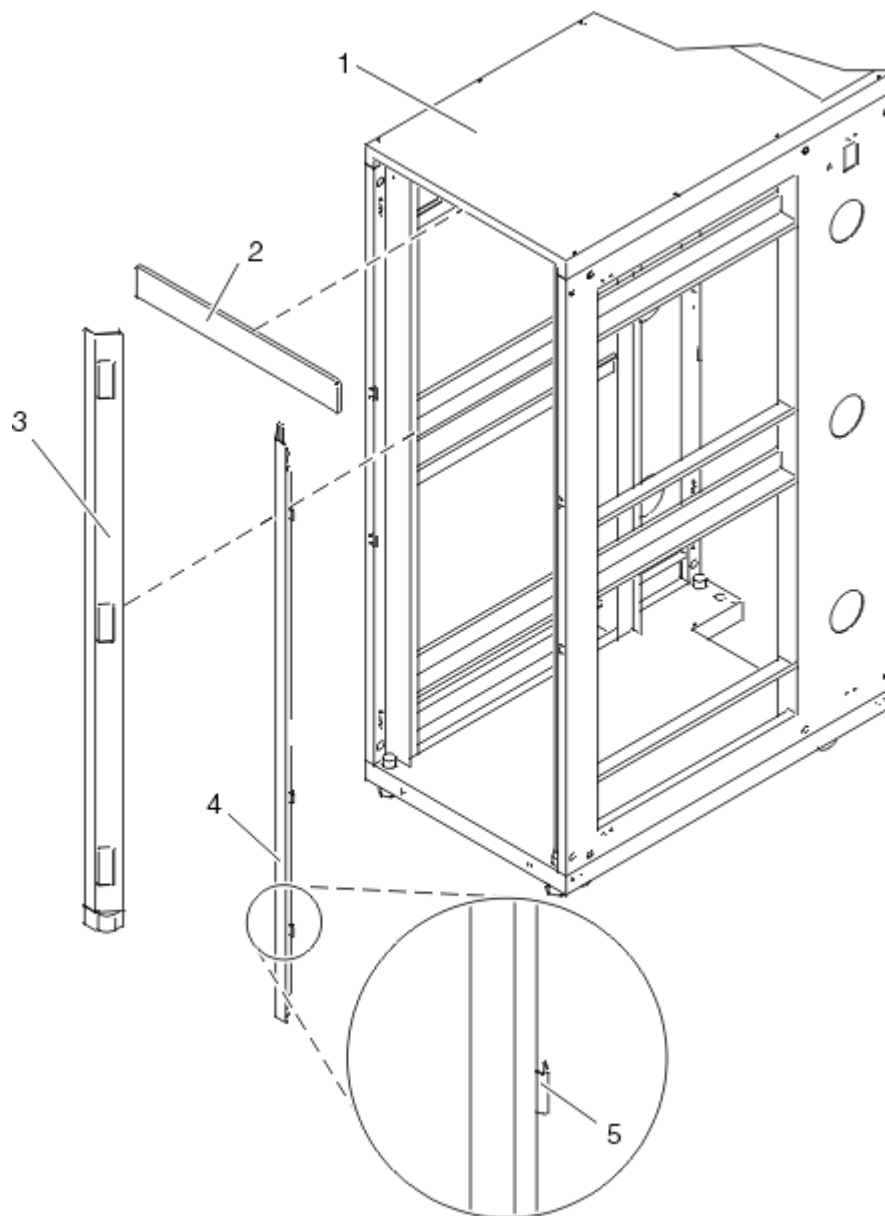

Figura 11. Removendo os painéis de guarnição
2. Remova os painéis de guarnição superior, esquerdo e direito. Os painéis de guarnição são retidos no lugar com cliques de mola, como mostrado na Figura 11 na página 16.